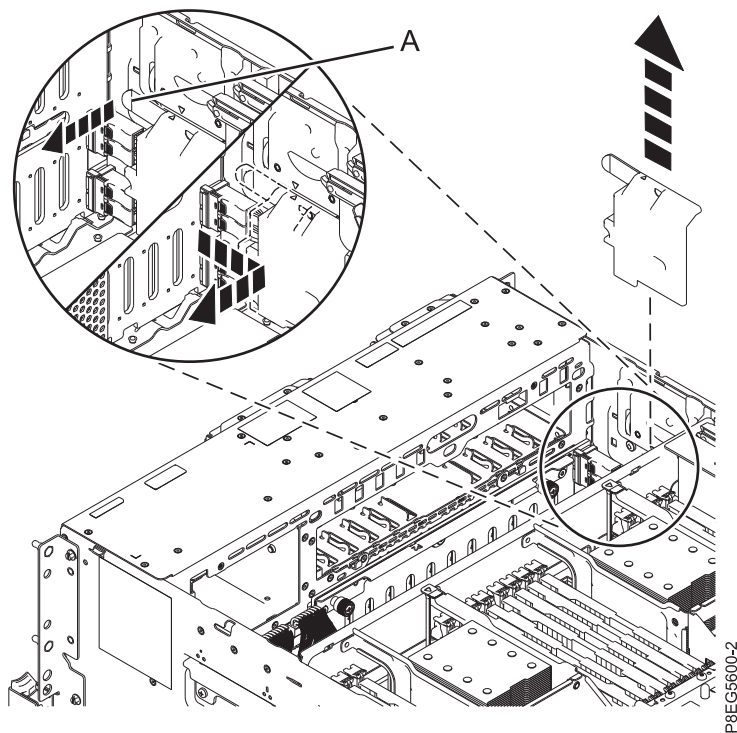

Figure 1. Retrait du cache du câble SAS
3. Retirez le cache du câble SAS avant. Saisissez la poignée (A) et tirez dessus pour l'éloigner, puis faites glisser le cache vers l'arrière pour le retirer comme illustré à la figure 1, à la page 3.